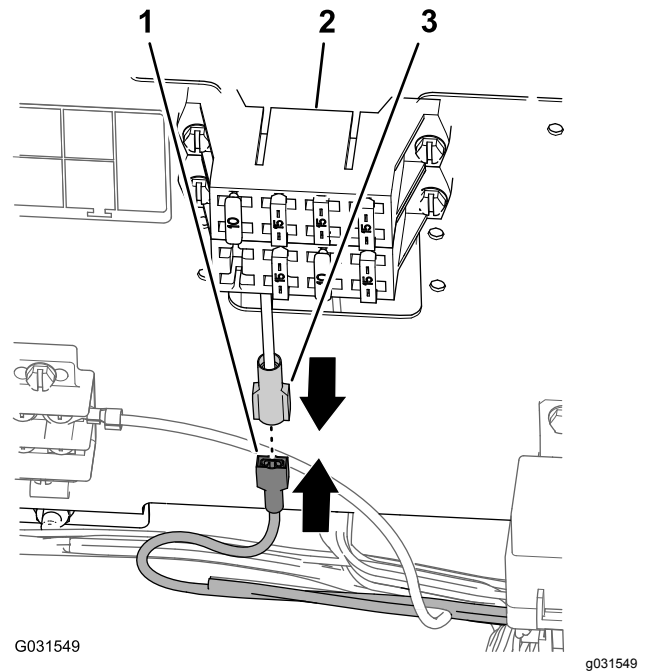

Figura 203
1. Para uma máquina com um conector para encaixe macho no bloco de fusíveis da máquina, ligue o conector macho da cablagem do kit de acabamento ao conector fêmea do bloco de fusíveis da máquina (Figura 203).